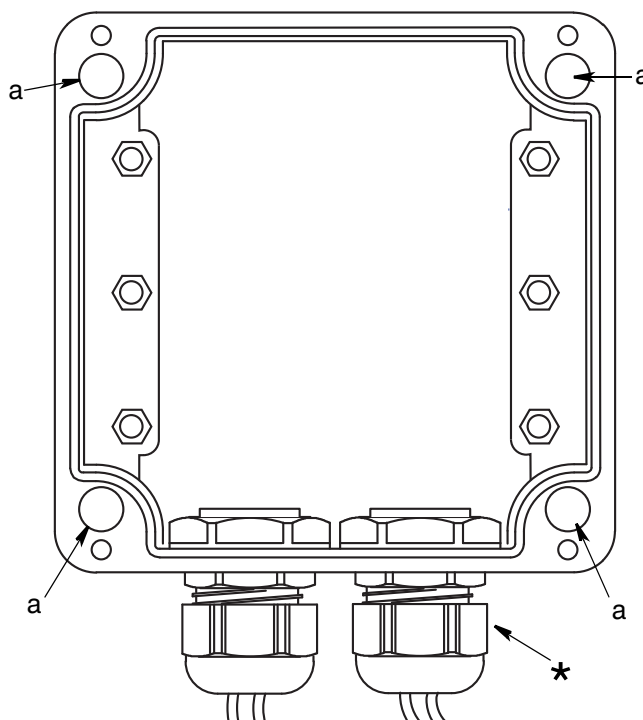

Рис. 3
2. Снимите с контроллера крышку и установите распределительную коробку на обработанные отверстия (см. Рис. 3, (а)). Для прикрепления распределительной коробки к монтажной